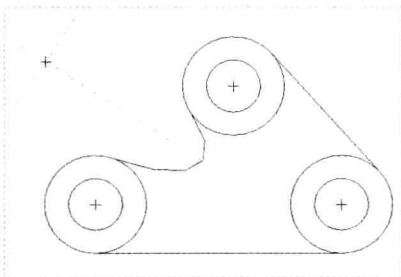

图 2-88 椭圆形修剪圆角
- 椭圆形修剪:圆角的形状为椭圆形,且对图形倒圆角后不存在构造线。例如,选择“椭圆形修剪”按钮,分别选取两个图元,系统便会在这两个图元间创建椭圆形修剪圆角,如图2-88所示。